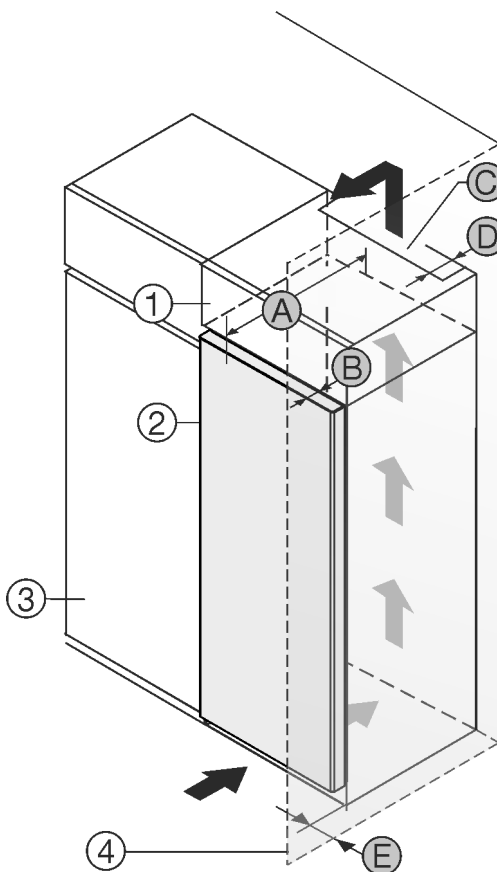

Fig. 1
- (1) Rátétszekrény *
- (2) Berendezés *
- (3) Konyhaszekrény *
- (4) Fal *
- (5) Készülék mélysége *
- (6) Ajtó mélysége *
- (7) Szellőzés keresztmetszete *
- (8) Készülék hátsó oldalának távolsága *
- (9) Távolság a készülék oldalától *
A készülék közvetlenül a konyhaszekrény Fig. 1 (3) mellé állítható.*
A rátétszekrény hátoldalán egy megadott mélységű Fig. 1 (5) szellőzőaknákat kell kialakítani a rátétszekrény teljes szélességében.*
A mennyezet alatt be kell tartani a szellőző keresztmetszetet Fig. 1 (7).*
Ha a készüléket a zsanérjaival a fal Fig. 1 (4) mellé állítja fel, legalább 13 mm távolságot kell tartani a faltól.*
Ahhoz, hogy az ajtót teljesen ki tudja nyitni, a készüléknek a konyhaszekrény elülső oldalához képest legalább az ajtó mélységének Fig. 1 (6) megfelelően ki kell állnia. A konyhaszekrények Fig. 1 (3) mélységétől és a fali távtartók használatától függően a készülék nagyobb mértékben is túllóghat előre felé.*